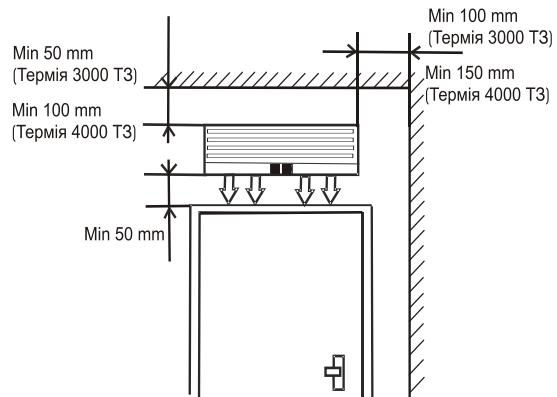

Рисунок 2 Приклад установки з урахуванням мінімальних відстаней.
- зменшувати зазначені мінімальні відстані від агрегату до найближчих оточуючих поверхонь (рисунок 2 даного керівництва).